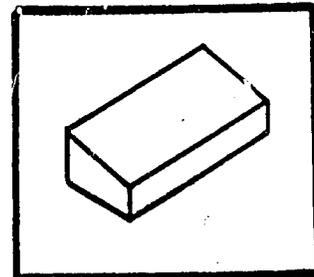

FIG. 21 - Effilage d'une extrémité
9. **Effilage d'une extrémité** (voir Figure 21). Bouger les côtés supérieurs des 2 lames-guides vers l'extrémité mince. Déplacer les bases des 2 guides vers l'extrémité épaisse (voir Figure 1). Les dessus doivent être bougés autant dans un sens que les fonds doivent l'être dans l'autre.